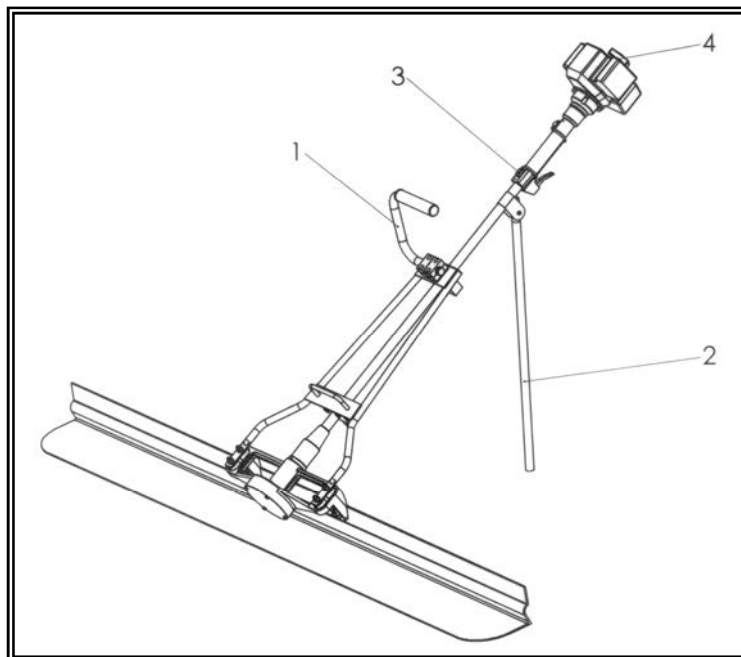

Fig.: 1.8-1
- 4.- Una vez finalizado el trabajo, y para parar la máquina deberá pasar el interruptor **Pos. 3** a disposición **OFF**. (Véase fig.: 1.8-1)